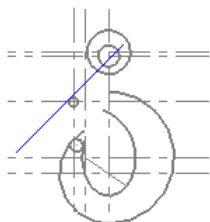
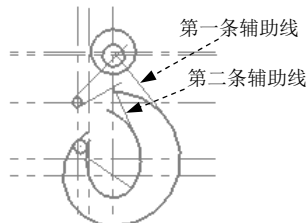
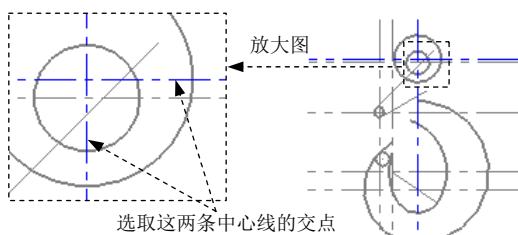

图 3.17.28 定义保留部分
图 3.17.29 绘制辅助线
图 3.17.30 定义辅助线的终点
(6) 定义直线参数。在“直线”工具栏的 文本框中输入值 45，按 Enter 键确认；在 文本框中输入值 80，按 Enter 键确认，此时出现一条直线如图 3.17.28 所示，选取直线的上半部分为保留部分。
- (7) 单击 按钮完成第一条辅助线的绘制。
- (8) 参照步骤 (5) ~ (7) 创建第二条辅助线，第二条辅助线的长度为 50，角度为 30。
- (9) 单击 按钮，完成辅助线的绘制。
Step13. 绘制图 3.17.29 所示的两条辅助线。
- (1) 选择命令。选择下拉菜单 **绘图(C)** → **线(L)** → **绘制任意线(E)...** 命令，系统弹出“直线”工具栏。
(2) 定义相切对象。在绘图区选取图 3.17.30 所示的圆（下半部分大圆）为相切对象。
(3) 定义辅助线的终点。在绘图区选取图 3.17.30 所示的两中心线交点为辅助线的终点。